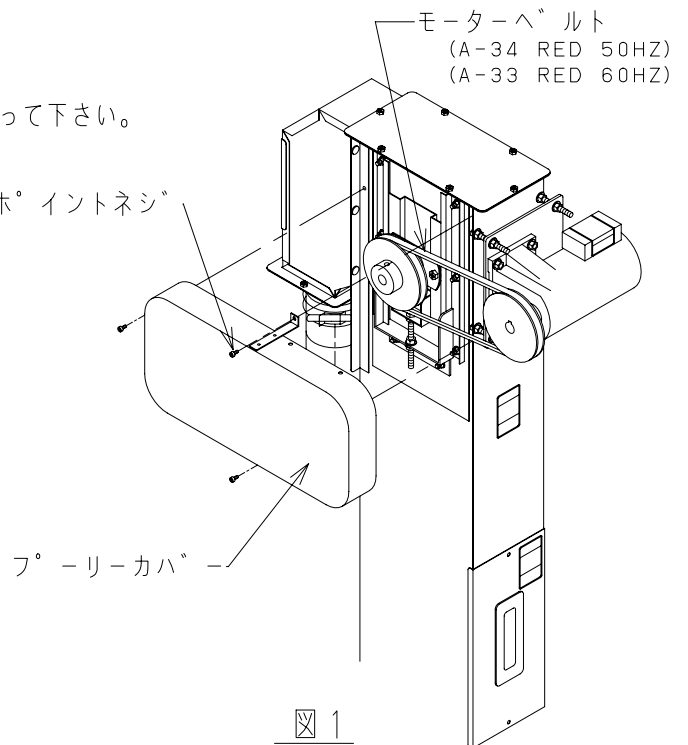

図1
- 1) . 図1のプラグホイールインテグレーション 3本を外し、プラグホイールインテグレーションフリーカバーを取り外します。